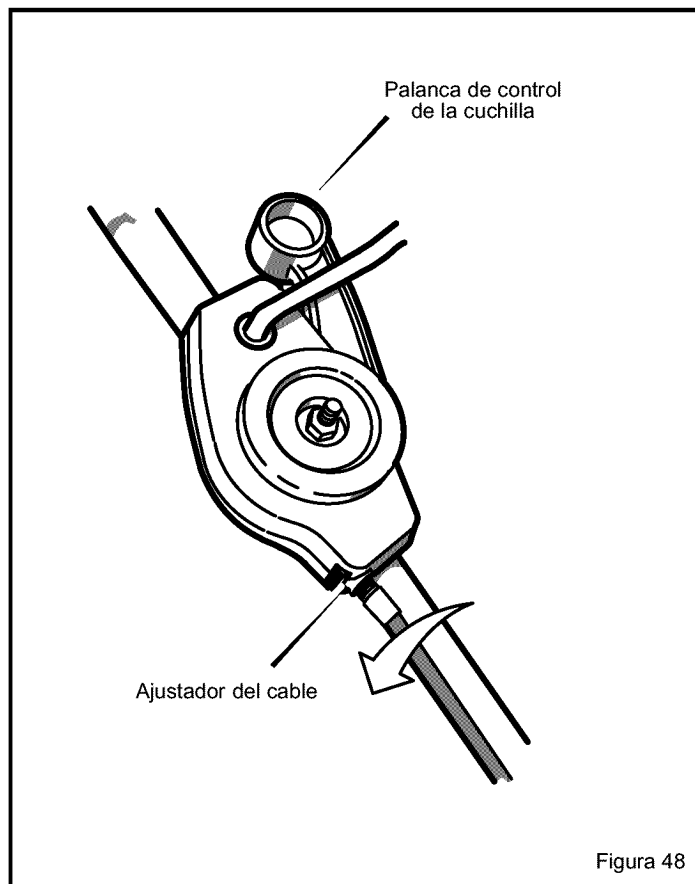

Figura 48
3. Gire el **ajustador del cable** una vuelta en la dirección que se muestra en la Figura 48.
11. Si reemplaza la **correa de transmisión**, gire el ajustador del cable en la dirección OPUESTA de la manera indicada en la Figura 48. Gire el ajustador del cable hasta que se elimine el ajuste que se había establecido a la correa anterior.